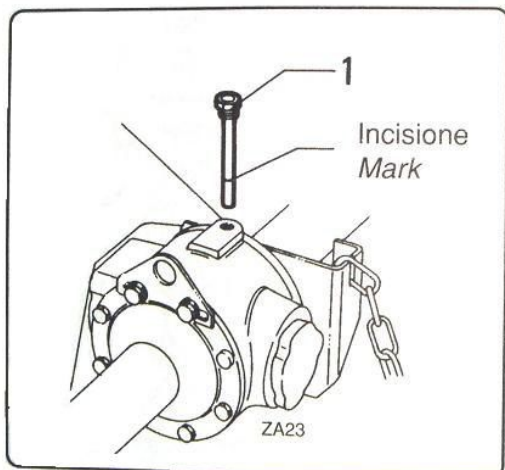

fig. 7.4.3
- Contrôler le niveau de lubrifiant dans la boîte de vitesses à l'aide du bouchon d'inspection (fig. 7.4.3 pos. 1) et compléter jusqu'au repère sur la tige si nécessaire.